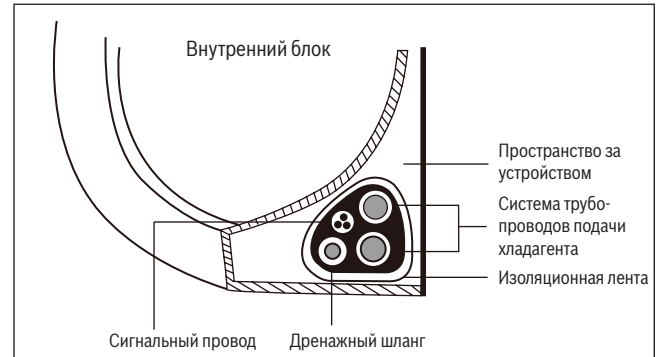

Рис. 16.
1. Свяжите сливной шланг, трубу подачи хладагента и сигнальный кабель вместе, как показано на **рис. 16**.